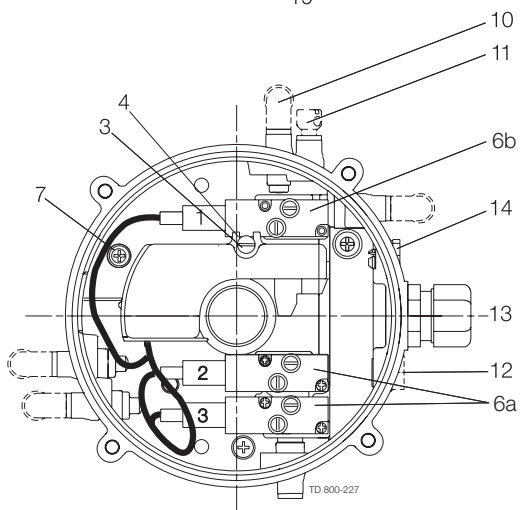

Fig. 1. Projeto básico, ThinkTop®.
- Ventilação Gore com adaptador (Fig. 1 posição básica do design 14) para ThinkTop antes de novembro de 2006; 9613-4315-01.